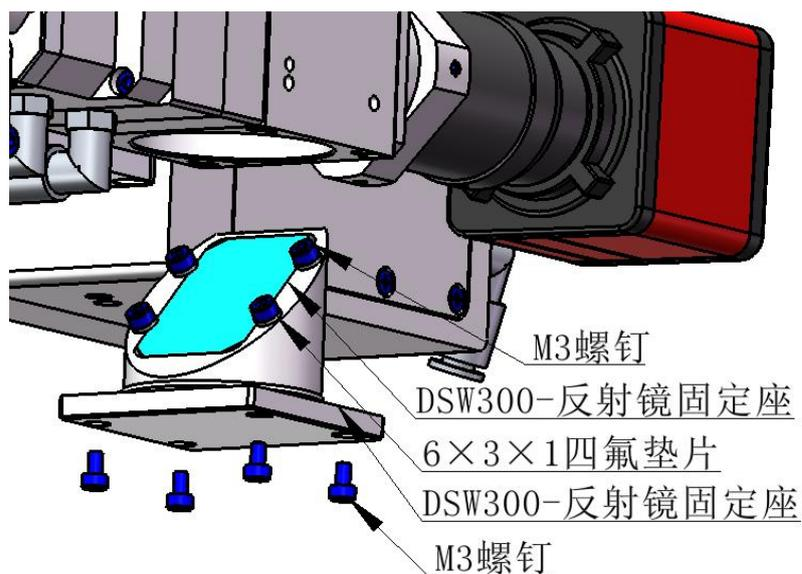

图16 DSW300 反射镜组件示意图
- (1) 拆下激光头，移至洁净场所，清理干净激光头表面所有灰尘；
- (2) 用2.5mm扳手拧开反射镜底座的固定螺钉，取出来（如图16所示）；
- (3) 用2.5mm扳手拧开4个螺钉松开压片，取出反射镜即可；
- (4) 清洁或更换聚焦镜片。